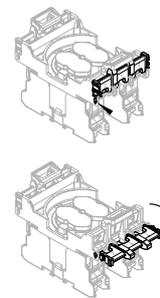

Fig. 12
2. Support de contact démonté et ouverture des attaches (Fig. 12): relevez les deux attaches pour les détacher du dispositif de maintien et rabattez-les ensuite de 90°. Ensuite, vous pouvez démonter les éléments de contact ou lumineux.